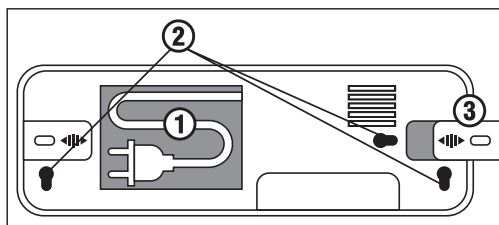

Рисунок 1.
1. Извлеките сетевой провод **1** (рис.1).
2. Наметьте место будущей установки светильника по основным **2** или дополнительным выдвижным **3** петлям (рис.1) и просверлите 2 отверстия.